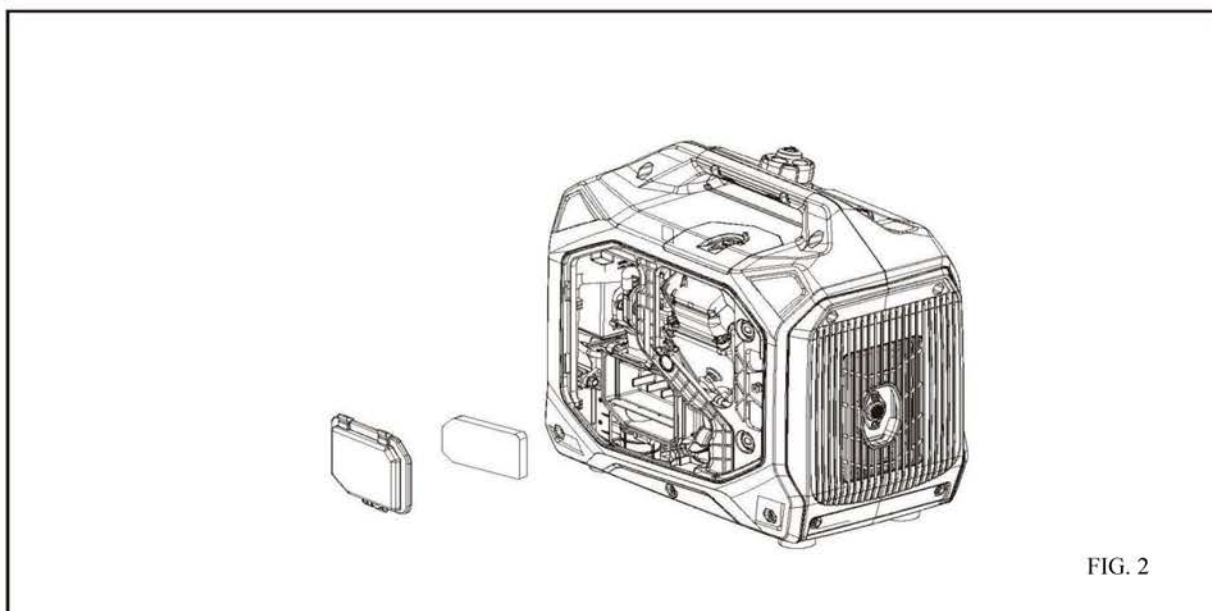

FIG. 2
- Retire el elemento del filtro de aire (Fig. 2). Inspeccione si hay suciedad, residuos o daños. Limpie o reemplace según sea necesario.
2. Cambie el interruptor de control del motor (Fig. 2) a ON.
(Arranque eléctrico, si está equipado) Presione el interruptor de control del motor (Fig. 2) en posición ON hasta que el motor arranque. Si el motor no arranca después de cinco segundos, suelte el botón y deje enfriar el motor de arranque durante treinta segundos antes de intentar arrancar el motor nuevamente.
3. Voltee el interruptor de control del motor (Fig. 2) a OFF.